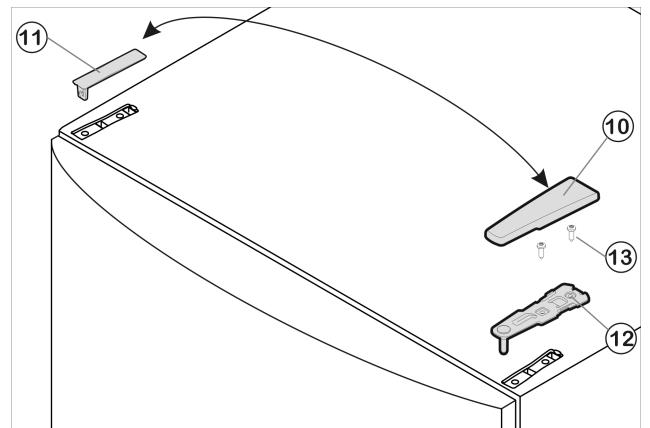

Fig. 6
- Kansi Fig. 6 (10) vedetään eteen ja kansi Fig. 6 (11) poistetaan.
- Ylempi laakerinkannatin Fig. 6 (12) ruuvataan irti (2 kertaa Torx 25) Fig. 6 (13) ja vedetään pois yläsuuntaan.
- ▶ Aseta ylempi laakerinkannatin Fig. 6 (12) oveen uudelle saranapuolelle.
- ▶ Ruuvaa ylempi laakerinkannatin Fig. 6 (12) kiinni (2 x Torx 25) Fig. 6 (13). Tarvittaessa merkitse ruuvinreiät pistepuikolla tai käytä akkuruuvinväännintä.
- ▶ Kiinnitä kansi Fig. 6 (10) ja kansi Fig. 6 (11) paikalleen vastakkaiselle puolelle.